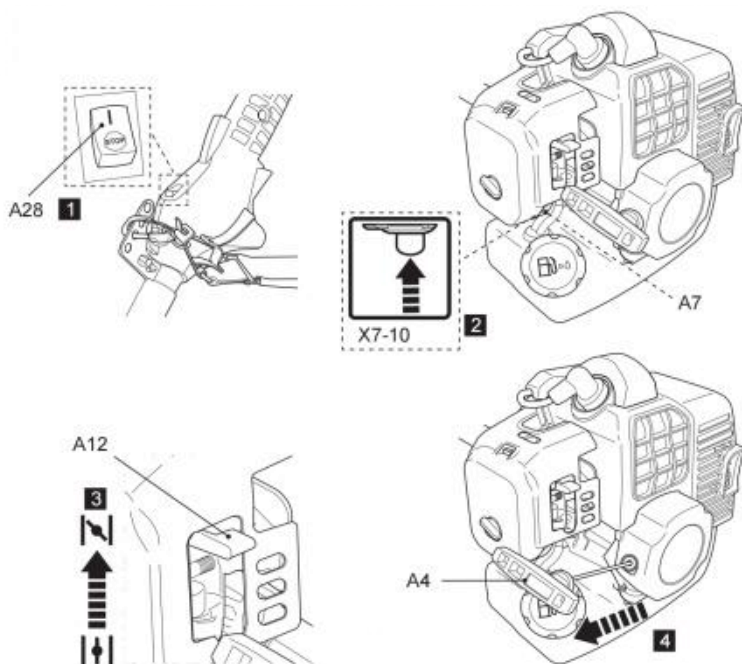

Fig. 38
5. Trzymaj produkt stabilnie i powoli pociągnij za uchwyt rozrusznika linkowego (A4), aż poczujesz opór, a następnie pociągnij go szybko. Jeśli po 8 próbach silnik nie uruchamia się, przesunąć dźwignię ssania lekko w dół do pozycji środkowej. Czynność powtarzaj aż do uruchomienia silnika (rys. 38).